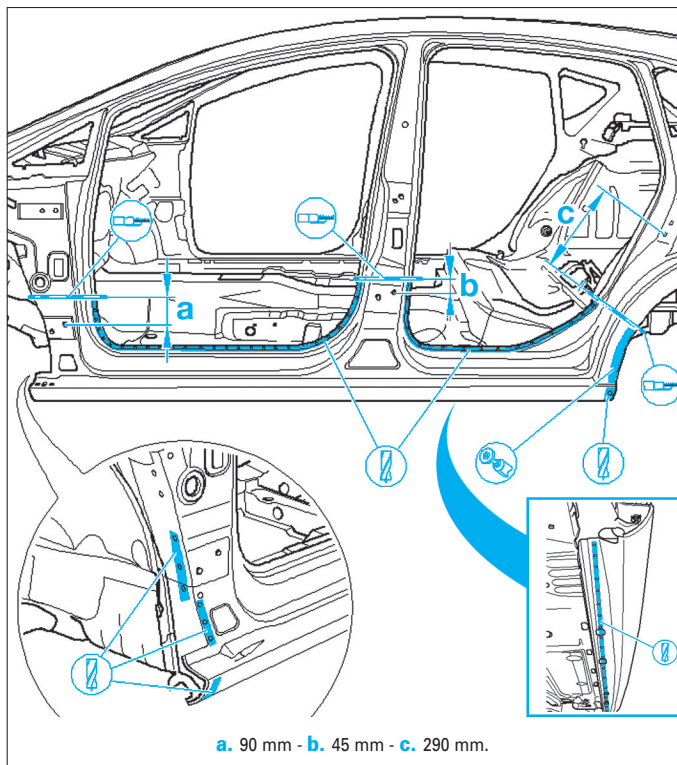

FIG. 41
- Percer et meuler les soudures de la partie extérieure du bas de caisse (Fig.41).